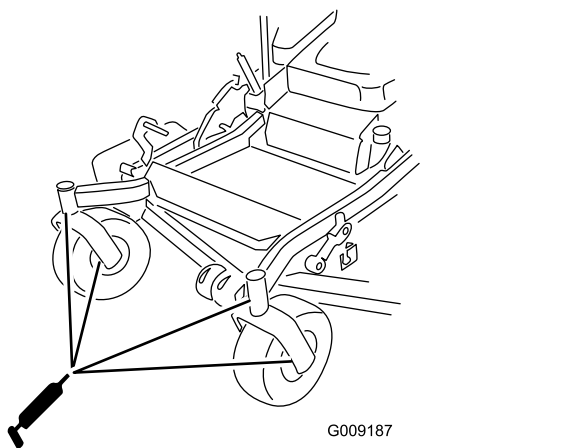

Figura 47
- Montate il tappo esagonale e il coperchietto antipolvere (Figura 47).